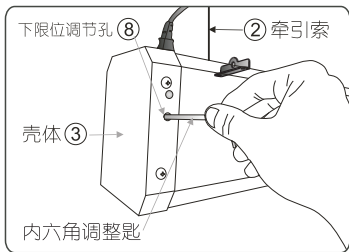

图 25
- b. 调节牵引索电机下限位时，先将下限位调节孔 ⑧ 胶塞拔出来，再将内六角调整匙插入孔内（如图 25），并将遥控器处于学习状态，按牵引索上行键（ 遥控电子定位）顺时针旋转内六角调整匙时，银幕上升（银幕离安装位置距离减小）。逆时针旋转时，银幕下降（银幕离安装位置距离增大）。